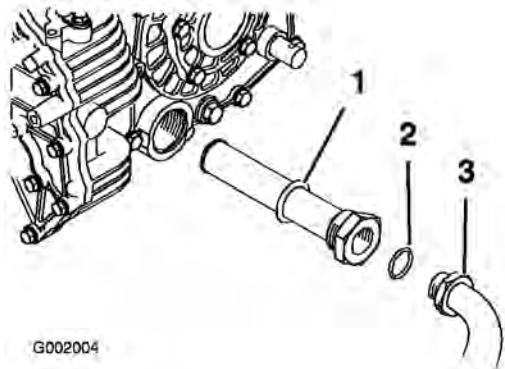

Figure 66
- Déposez le flexible hydraulique et le raccord à 90° (Figure 66).